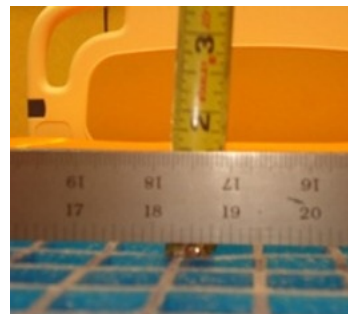

Figure 5 – Mesurer la profondeur maximale
6. En utilisant un mètre à ruban, mesurer la profondeur maximale (point le plus bas) entre la partie inférieure de la règle droite et la partie supérieure de la mousse (Figure 5).